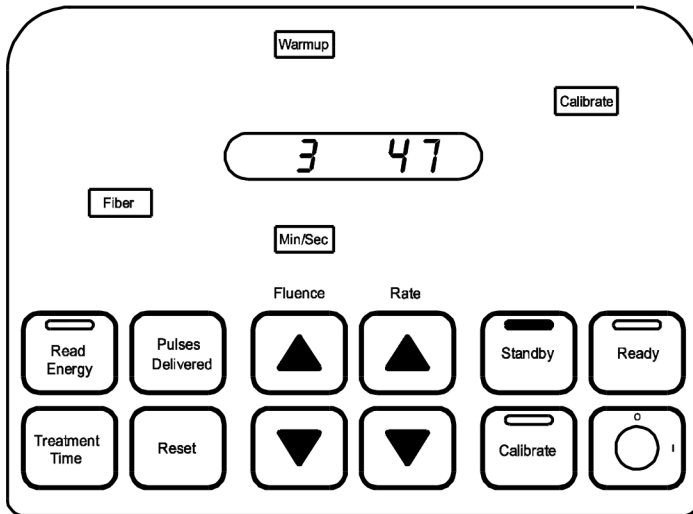

**Figur 2**
3. På slutten av lampetesten er **Standby** og **Testing** tent (figur 2). Programvareversjonsnummeret vises etter lampetesten. Under testsyklusen er det normalt å høre en "klikkelyd" i enheten når sikkerhetslukkeren testes. Power Error (Strømfeil)-lampen vil også blinke flere ganger under denne testen.